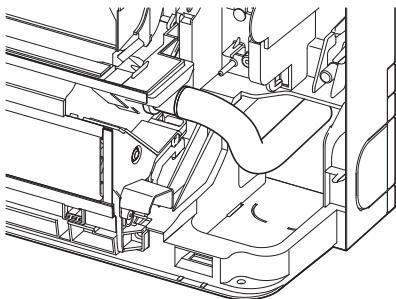

Fig. 5-4
- Den Ablassschlauch entlang der Ablauwanne verlegen. (Fig. 5-4)